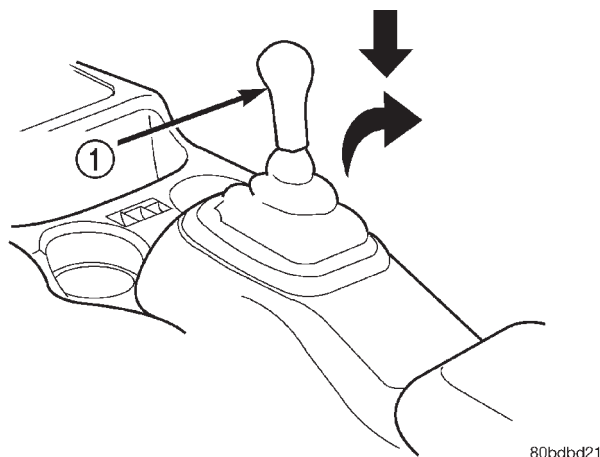

Fig. 39 Desmontaje del conjunto de pomo y funda del cambio de marchas
(1) Levante el capó y desconecte el cable negativo de la batería.
(2) Desenganche la funda fuele de cambio de marchas de la consola central.
(3) Para retirar el conjunto de pomo y funda, empuje el pomo hacia abajo y gírelo hacia la derecha (Fig. 39).
(13) Instale el conjunto de pomo y funda en la palanca del cambiador, alinee el pomo en la posición de las tres en punto, empuje el pomo hacia abajo para enganchar el muelle y gírelo hacia la izquierda para fijarlo (Fig. 39).